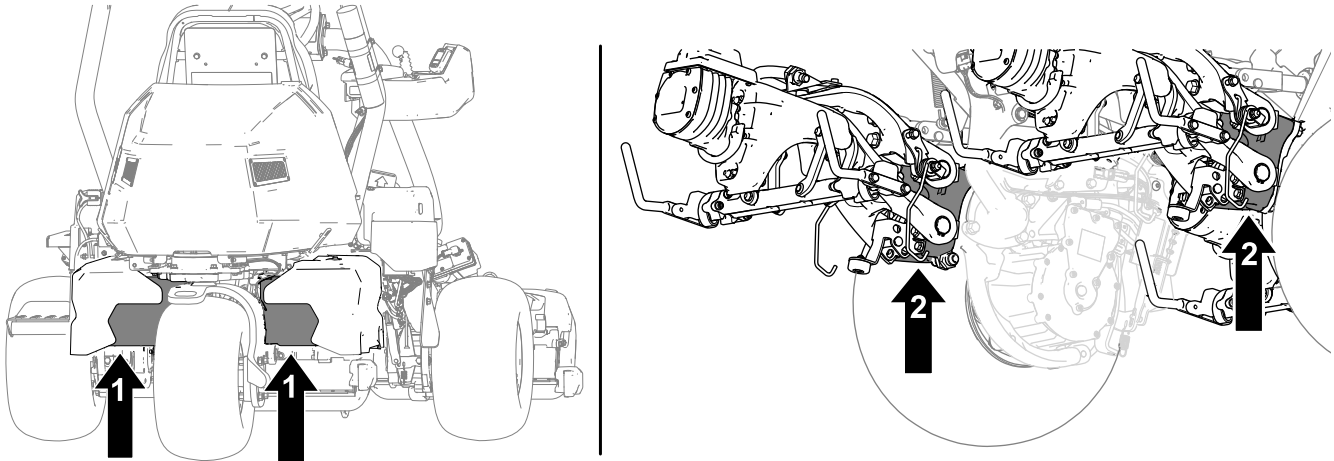

**Bild 34**
1. Stellen Sie einen Achsständer unter den gewünschten Anhebepunkt (Bild 34):